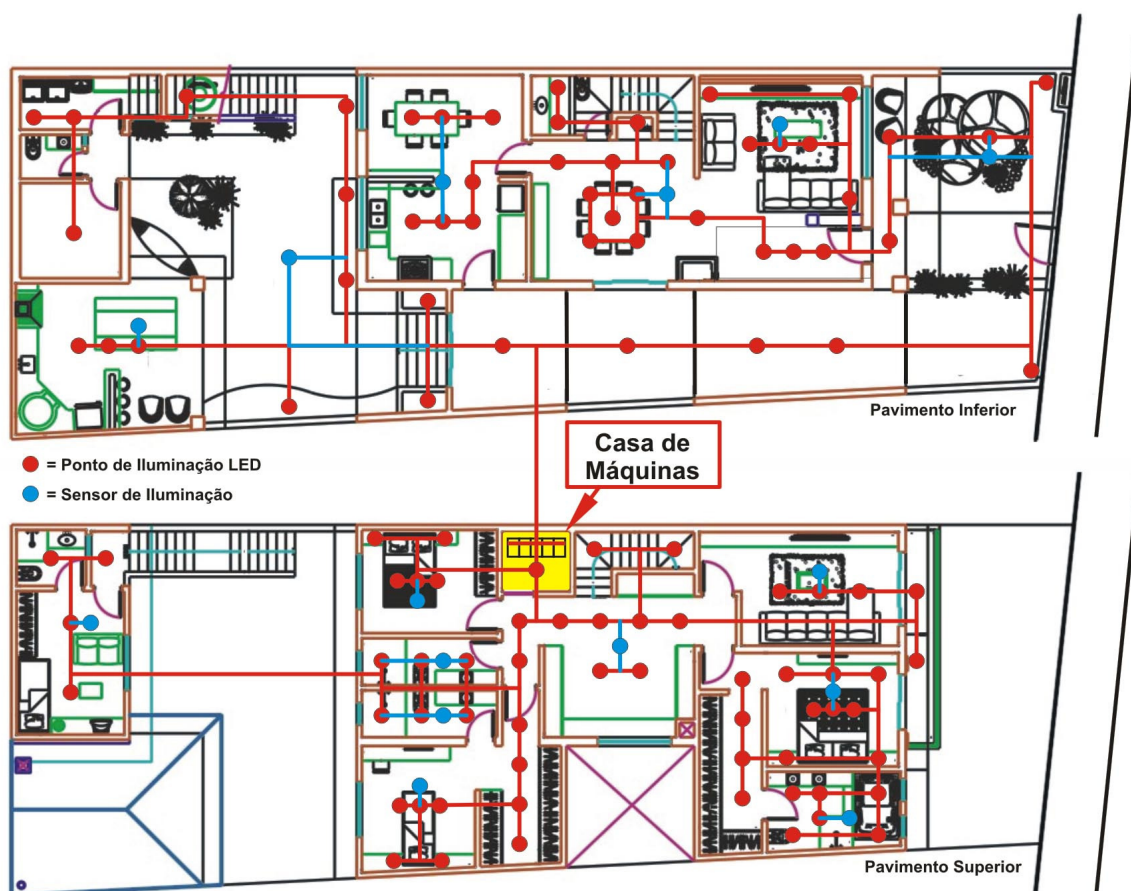

Figura 3 - Diagrama Esquemático dos Pontos de Iluminação
- e) **Iluminação** - Toda a iluminação será feita com tecnologia LED, supervisionada por sensores inteligentes que irão monitorar e analisar a quantidade necessária de luz para cada ambiente, dependendo da iluminação externa (Figura 3).